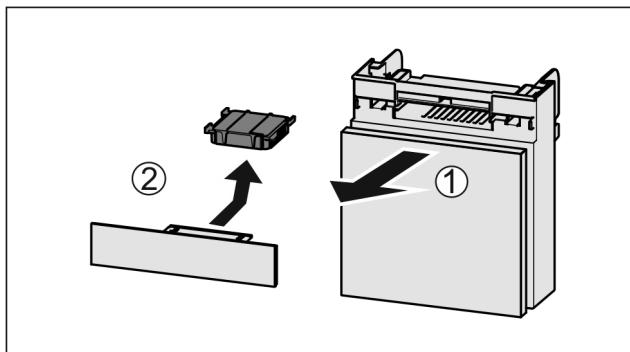

Fig. 109
- Pretinac izvucite Fig. 109 (1) prema naprijed.
- Izvadite filter s aktivnim ugljenom Fig. 109 (2).